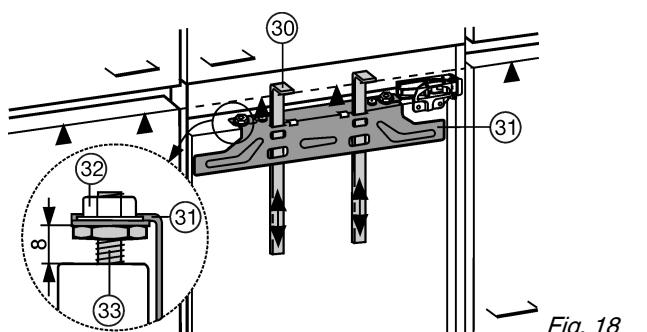

Fig. 18
De montagehulpmiddelen Fig. 18 (30) worden voor beide deuren benodigd. Monteer de kastdeuren na elkaar.
- Montagehulpsstukken Fig. 18 (30) op kastdeurhoogte omhoog schuiven. Onderste aanslagkant ▲ van het montagehulpsstuk = onderkant van de aan te brengen kastdeur.